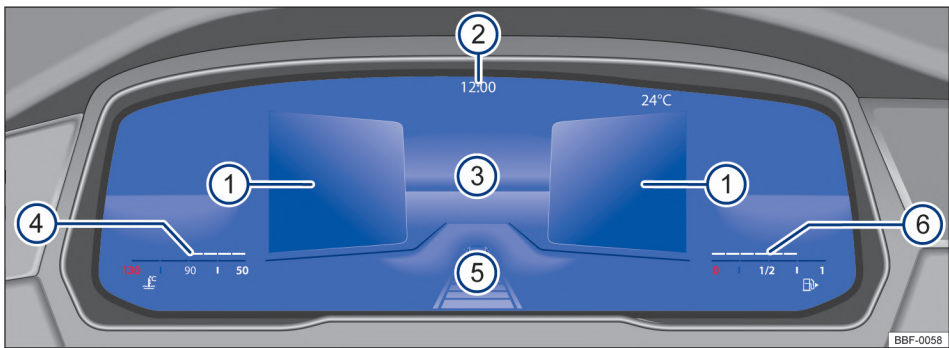

Fig. 12 Active Info Display (variante 2) en el tablero de instrumentos.
Explicaciones sobre los instrumentos → fig. 12:
La exhibición principal → fig. 12 ③ puede alternarse presionando la tecla **View** en el volante multifunción. La representación en el área de indicación puede exhibir las siguientes vistas:
- **Resumen:** después de finalizada la preparación para conducción: exhibición de información sobre el estatus del vehículo en las áreas ①, por ejemplo, posición del cuentakilómetros total.